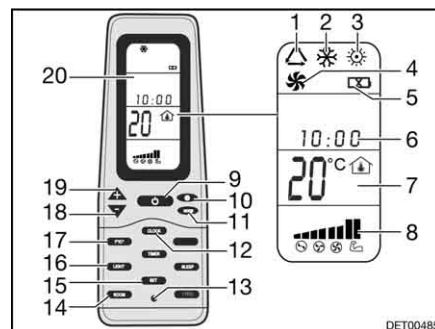

Bild 195 Fjärrstyrning
- Tryck på knappen ON/OFF (Bild 195,9).
- Tryck på knappen "Mode" (Bild 195,11) tills önskad driftsläget (Bild 195,1, 2, 3 eller 4) visas på displayen (Bild 195,20).
- Ställ in önskad temperatur med knapparna "+" (Bild 195,19) och "-" (Bild 195,18).
- Med knappen för fläkthastighet (Bild 195,10) väljs önskad fläktkapacitet.